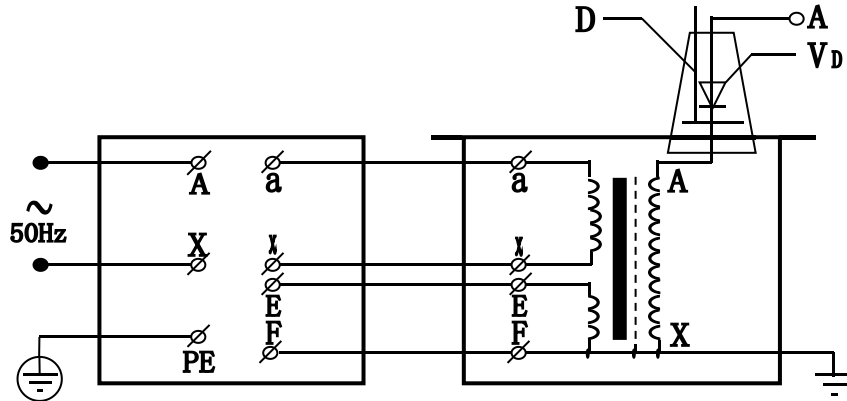

图 4：单台交直流耐压试验装置原理图
2、单台 YDJ 系列油浸式工频耐压试验装置的工作原理图见图 4，图中高压套管中装有高压硅堆，串接在高压回路中作半波整流，以获得直流高电压。当用一短路杆将高压硅堆短接时，可获得工频高电压，作为交流输出状态；取消短路杆时，作为直流输出状态。